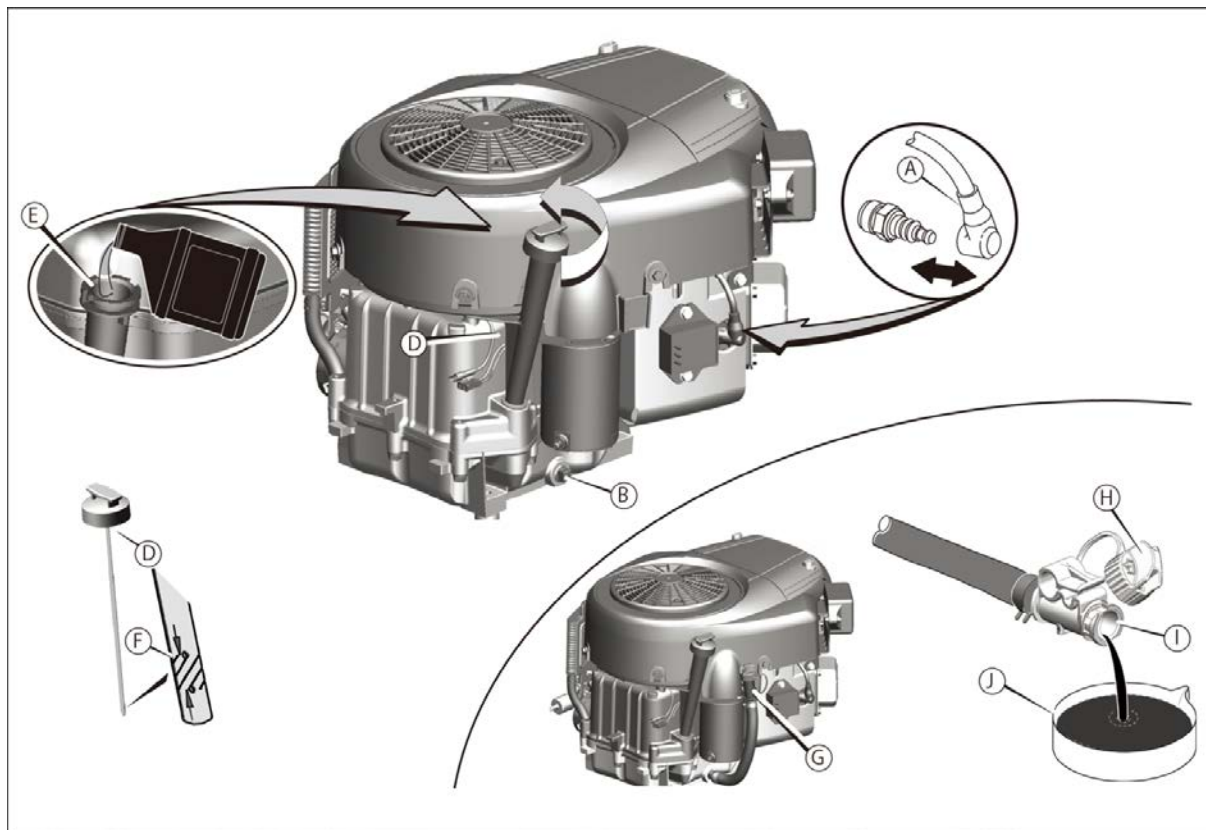

図 13 エンジンのメンテナンス
1. エンジンがまだ温まっている間に、スパーク・プラグワイヤー（図 13 の A）を引き抜き、スパーク・プラグから遠ざけます。
1. オイルゲージ (図 13 の D) を外してきれいな布でふき取ります。
2. 新しいエンジンオイルをゆっくりと入れます (E)。入れ過ぎないでください。オイル注入後 1 分ほど待ってからオイルレベルを確認します。
4. オイルゲージを抜いてレベルを確認します。ゲージの「FULL」マーク (F) まで入っていることが必要です。